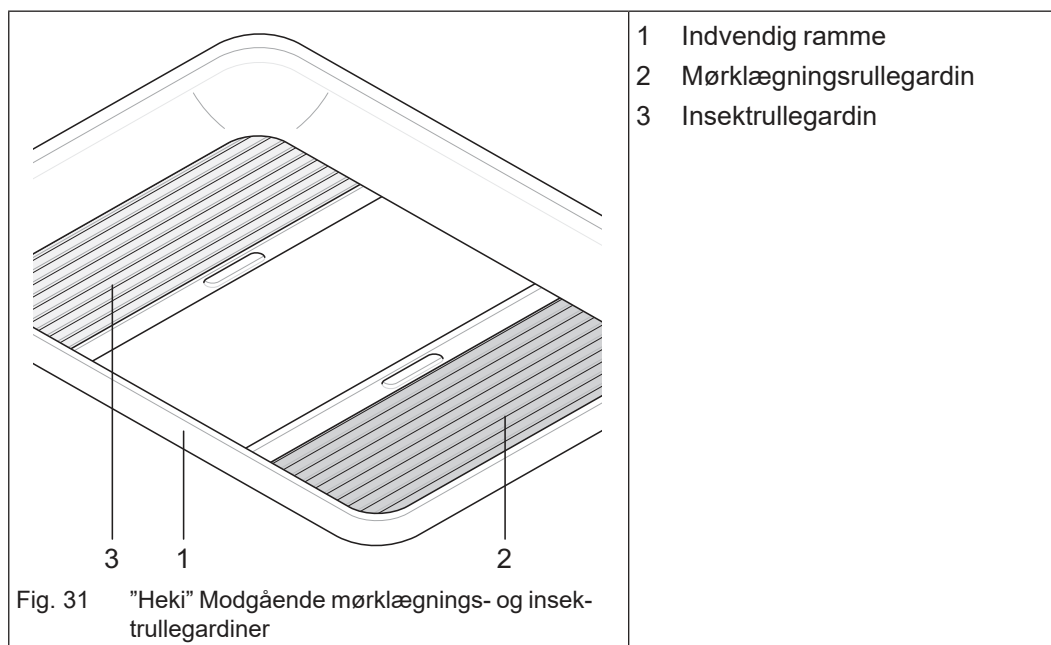

Fig. 31 "Heki" Modgående mørklægnings- og insektrullegardiner
Mørklægningsrullegardinet (Fig. 31/2) og insektrullegardinet (Fig. 31/3) er placeret i den indvendige ramme (Fig. 31/1) på "Heki".
- Tag fat i det forsænkede håndtag på mørklægningsrullegardinet (Fig. 31/2) eller insektrullegardinet (Fig. 31/3).